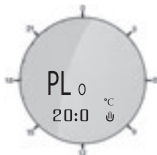

Рисунок 9. Индикация настройки энергосберегающей температуры
Далее для перехода в настройку энергосберегающей (минимальной) температуры необходимо еще раз нажать клавишу меню (1) — на дисплее появится индикация, соответствующая рис. 9. Для изменения текущего значения используйте клавиши ▲ (10) и ▼ (11).